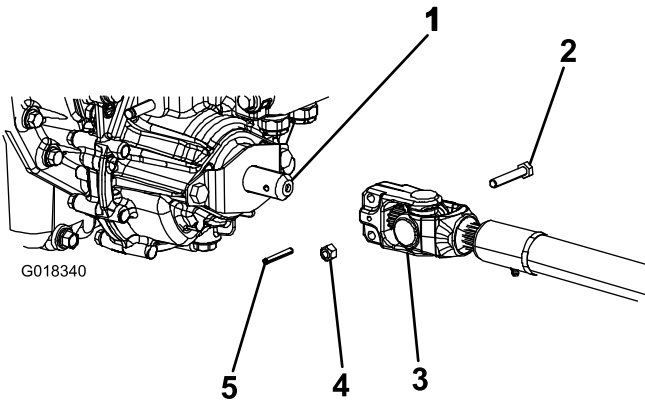

图4
3. 将 PTO 驱动轴放在机器前部下方。确保驱动轴滑轴轭朝向变速箱驱动轴（图4）。